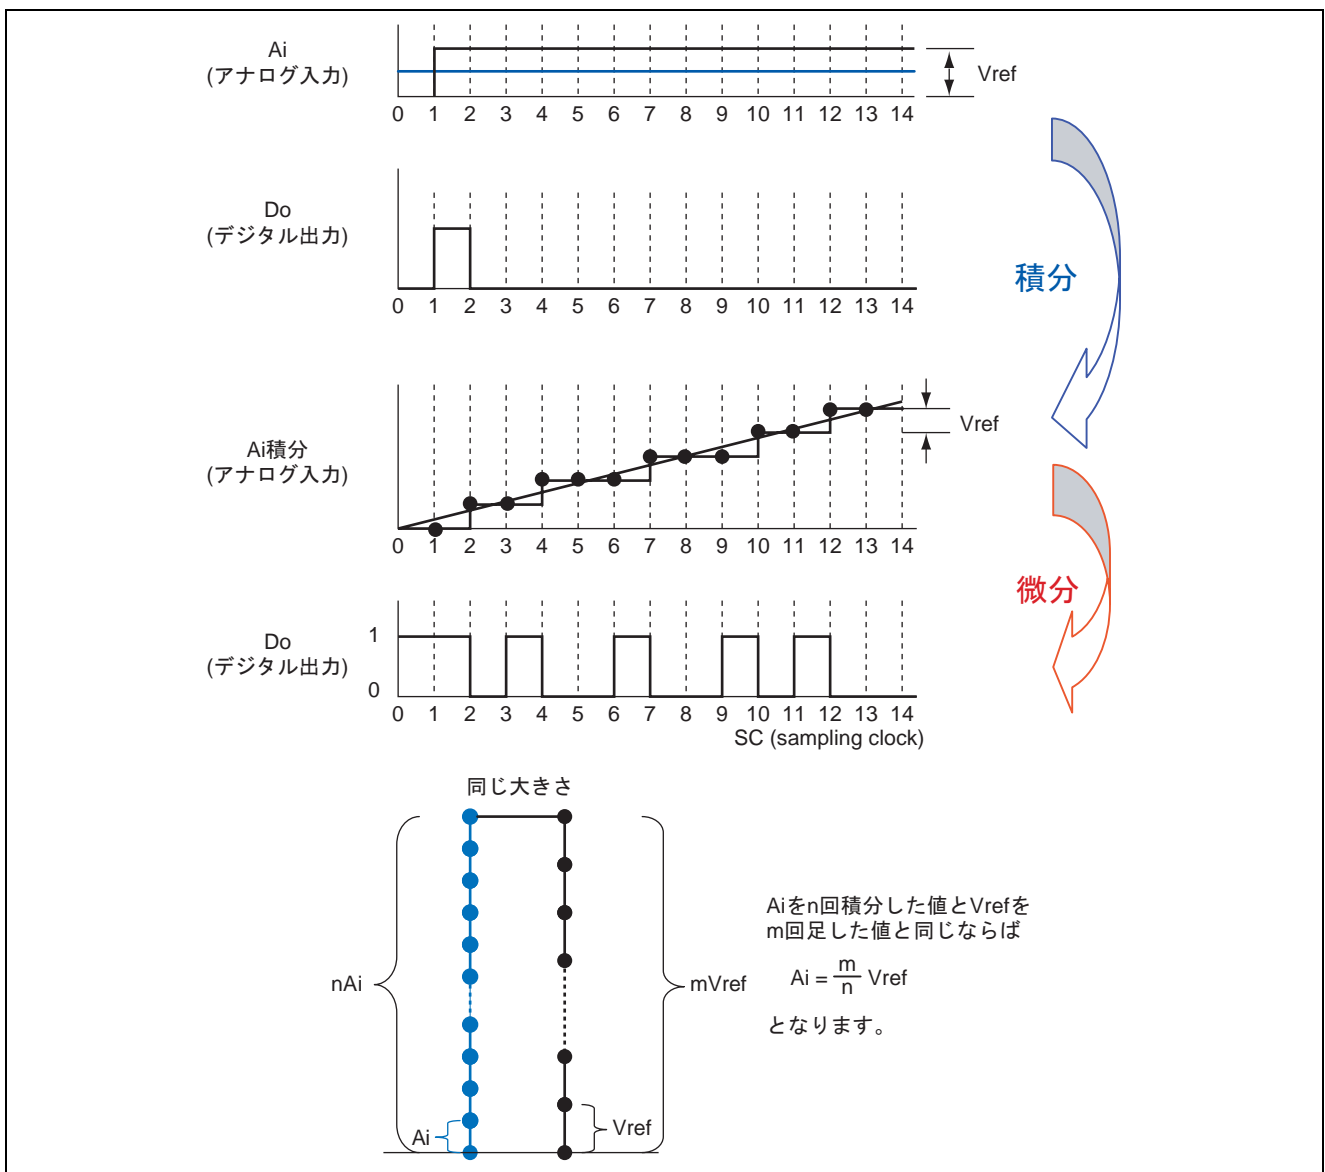

図 1.3 サンプリング精度
【注】 \* 図 1.3 に示す Ai 入力の横軸を  $\Delta\Sigma$ A/D コンバータのサンプリングクロック
次に図 1.3 のように積分した値と  $V_{ref}$  を比較しましょう。
- $SC=4$  では  $A_i$  が 4 回積分されますので  $2V_{ref}$  と  $4A_i$  を比較することになります。図 1.3 では  $2V_{ref} > 4A_i$  なのでデジタル出力は 0 になり、比較する電圧はそのままです ( $V_{ref}$ )。